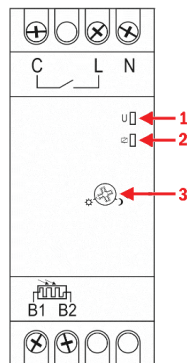

Рис. 1 – Элементы прибора
4. Установите необходимый уровень освещенности с помощью поворотного потенциометра (п. 3, рис. 1).
После подачи питания на прибор должен загореться зеленый светодиодный индикатор питания (п. 1, рис. 1). Индикатор горит на протяжении всего времени работы реле.
Как только уровень внешней освещенности опустится ниже установленного, загорится красный светодиодный индикатор состояния выходного реле (п. 3, рис. 1), а также начнется отсчет времени задержки включения выходного реле ($t_{on}=4$ с), по истечении которого контакты реле L и C замкнутся.